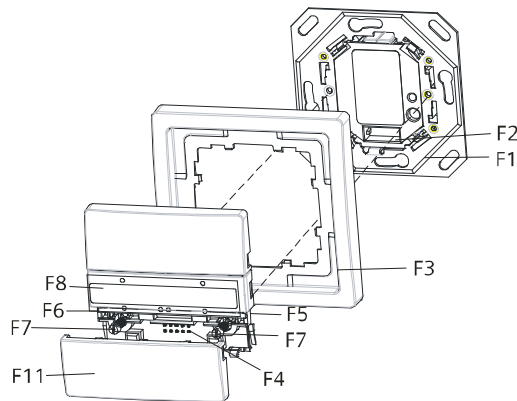

Bild 3: Montierreihenfolge
- Den Taster (Bild 3) komplett mit dem Rahmen (F3) von dem Busankoppler UP (F1) abziehen: